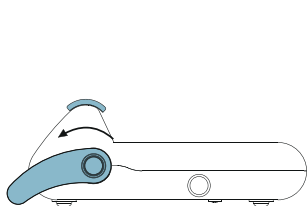

Abb. 2
- 3 Ziehen Sie am Schweißgriff, bis er einrastet, dann ertönt ein Piepton (Abb. 2) und der Verschweißvorgang startet (6 Sekunden). Nach Ablauf dieser Zeit geht die LED  an und es ertönen zwei anhaltende Pieptöne.